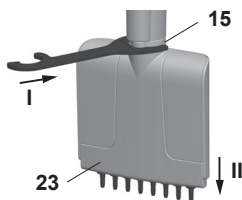

Imagen 15
1. Coloque la cabeza de la herramienta de servicio #1 entre el anillo 15 y el expulsor 23 (Imagen 15).